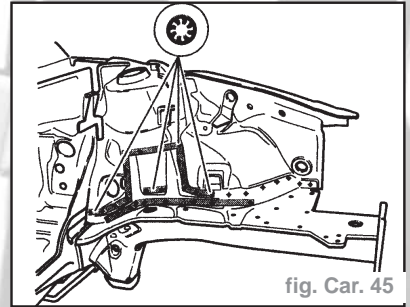

fig. Car. 45
- gaz de protection (fig. Car. 45)